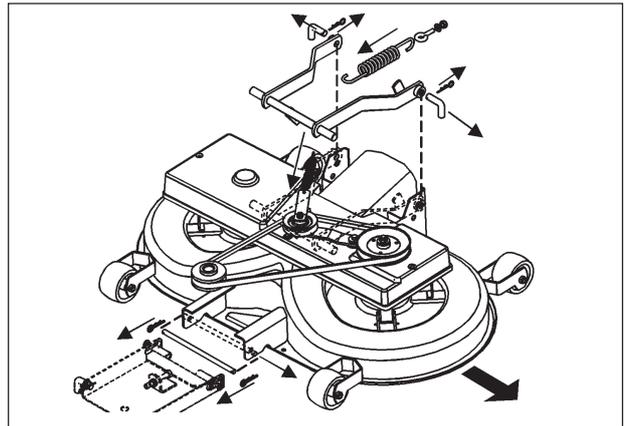

Fig. 41
A. RETRAIT DU CARTER DE COUPE (FIG. 41)